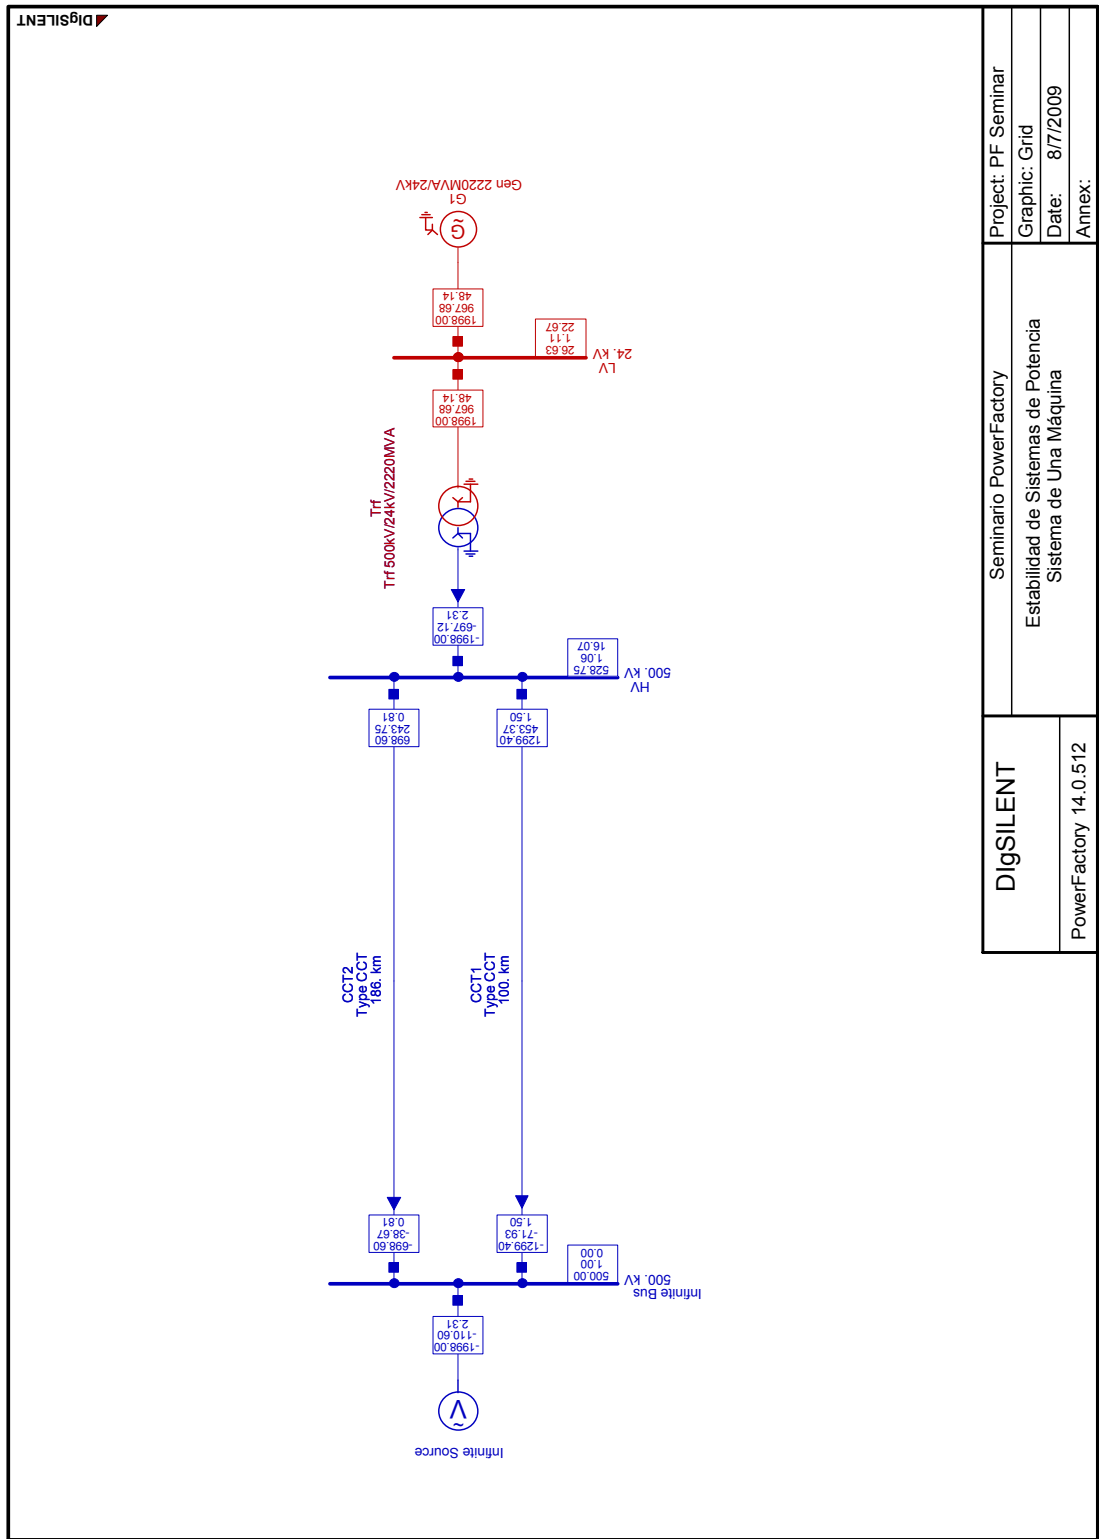

Figura 1: Diagrama unifilar del sistema de una máquina.
- Este proyecto contiene el sistema de una máquina que se muestra en el diagrama unifilar de la Figura 1. La potencia del generador sincrónico se transmite a través de un sistema de 2 líneas (de diferente longitud) hacia una red de potencia infinita, representada en este caso por una fuente de tensión con impedancia de salida = 0. En los próximos ejercicios se analizarán diferentes aspectos referidos a la estabilidad de la operación de esta máquina.